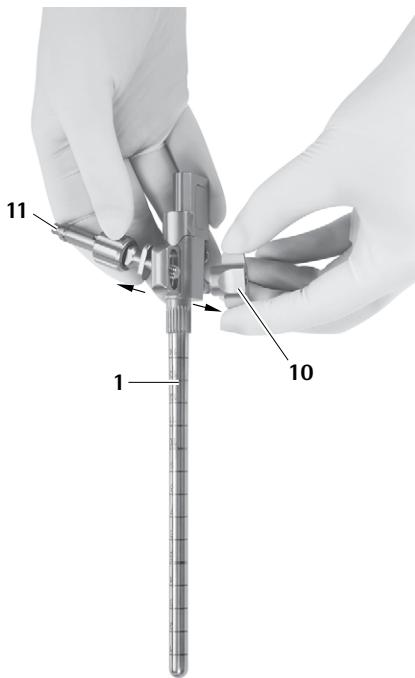

Рис. 13
- Удалить адаптер держателя 11, см. Рис. 13.